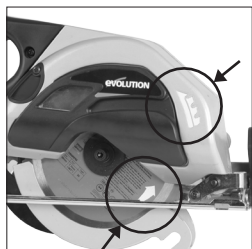

Fig. 4
- Asegúrese de que la dirección de las flechas de rotación impresas en la hoja coincidan con la dirección de la flecha de rotación que se encuentra en el recogedor de virutas. **(Fig. 4)**